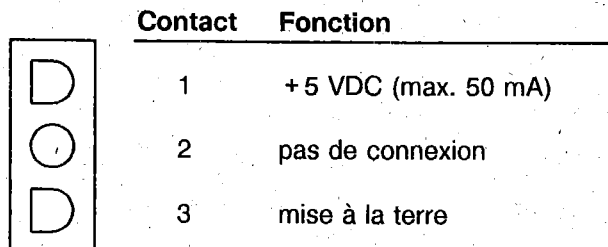

Fig. 9: Affectation des prises à la sortie pour commande de puissance additionnelle
La fig. 9 indique l'affectation des prises à la sortie (12) pour la commande de puissance additionnelle: